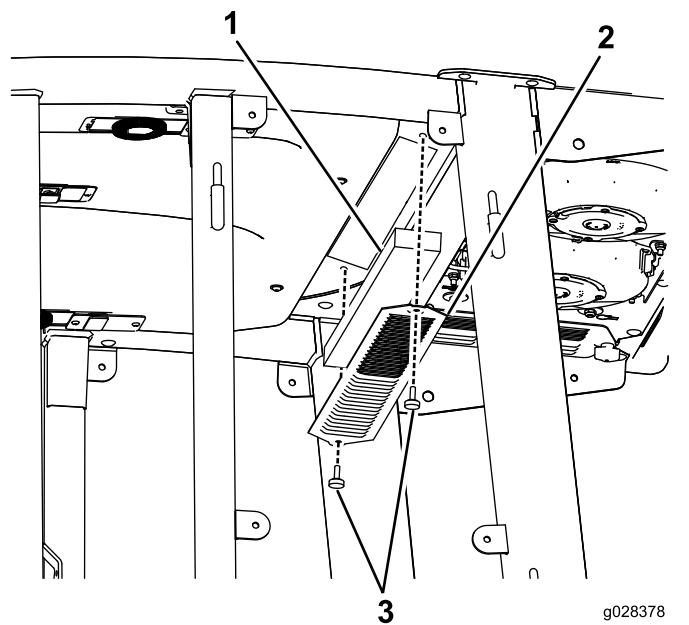

Figura 112
1. Remova os parafusos e as grelhas dos filtros de ar interior e traseiro da cabina (Figura 112).